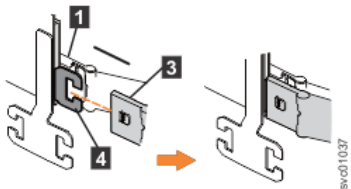

Abbildung 75. Äußeren Anschluss der oberen Kabelträgerbaugruppe an äußerem Teil der Halteschiene installieren
3. Installieren Sie den äußeren Anschluss der oberen Kabelträgerbaugruppe (3) wie in Abbildung 75 auf Seite 68 gezeigt an den äußeren Teil der linken Halteschiene (4).